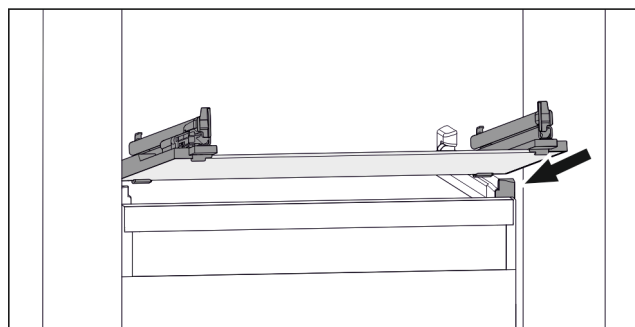

Fig. 109 Beispielhafte Darstellung der Glasplatte
- Glasplatte schräg hinter den Stopperrn aufsetzen. (zie Fig. 109)